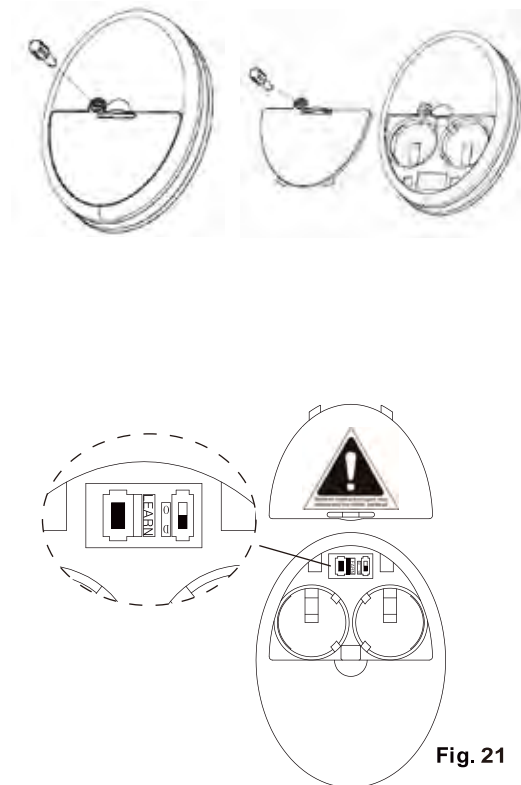

Fig. 21
ACTIVANDO EL PROCESO DE APRENDIZAJE (Fig. 21)
2. Al acabar la instalación, la alimentación de CA se enciende dentro de los 30 segundos, mantenga presionado el botón APRENDER durante 3 segundos. El ventilador se encenderá a velocidad media y la luz (si se instala) se encenderá. Esto confirma que el ajuste SMART SYNC está activo y correcto. (FIG. 21)
SELECTOR DE FUNCIÓN DE LUZ (Fig. 21)